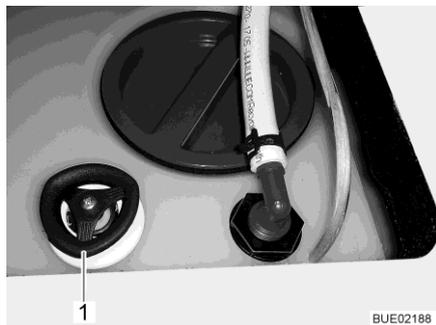

Fig. 170 Réservoir d'eau avec poignée tournante
- Faire tourner la poignée tournante (Fig. 170,1) du réservoir d'eau à fond dans le sens inverse des aiguilles d'une montre au-delà de la résistance pour ouvrir entièrement l'ouverture d'écoulement.